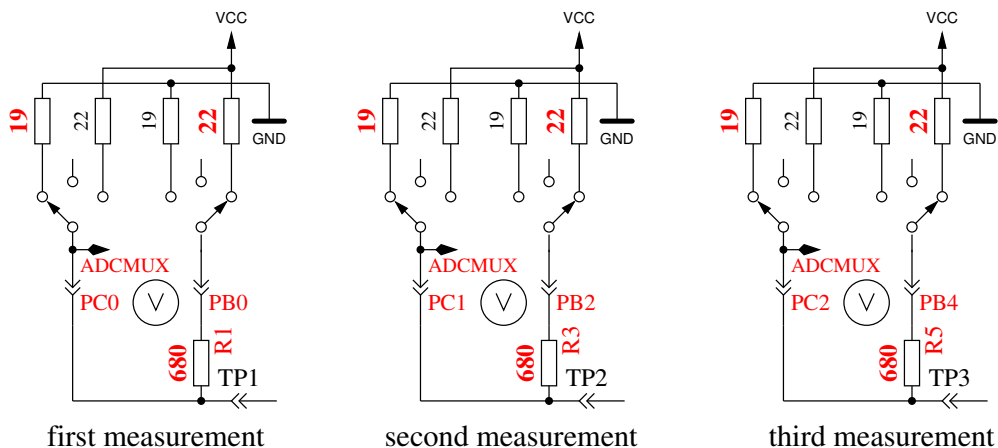

Abbildung 5.34: Messung des Innenwiderstandes von auf GND geschalteten Port C Ausgängen.
5. Dieser Schritt testet die **Fähigkeit von mit GND (-) verbundenen 470kΩ Widerständen (H) die Testpins auf GND zu ziehen**. Zeile 1 zeigt den Text „RH-“. Zeile 2 sollte für alle drei Pinne Null mV anzeigen.
6. Dieser Schritt testet die **Fähigkeit von mit VCC (+) verbundenen 470kΩ Widerständen (H) die Testpins auf VCC zu ziehen**. Zeile 1 zeigt den Text „RH+“. Der bestmögliche mV Wert für die drei Messungen wäre 5001 in Zeile 2. Große Abweichungen vom Idealwert für Schritt 5 und 6 sind Fehler wie Isolations Problem, Flußmittelreste oder beschädigter Port.
7. **Messung des Innenwiderstandes eines auf GND geschalteten Ausganges.** Der Text in der ersten Zeile des LCD ist „Ri.Lo = (mV)“. In der zweiten Zeile des LCDs werden drei Spannungswerte angezeigt. Die internen Port C Widerstände von auf GND (-) geschalteten Ausgängen werden mit dem Strom der nach VCC (+) geschalteten 680Ω Widerstände gemessen, siehe Abbildung 5.34. Es werden nur die drei Pinne des ADC Ports vermessen, die Widerstands-Ports PB0, PB2 und PB4 können nicht ohne Veränderung der Hardware gemessen werden. Es wird angenommen, daß die Port Widerstände von unterschiedlichen Ports nahezu identisch sind. Um die Widerstandswerte zu erhalten, müssen die angezeigten mV Werte durch ungefähr 7 geteilt werden (siehe Schritt 8).